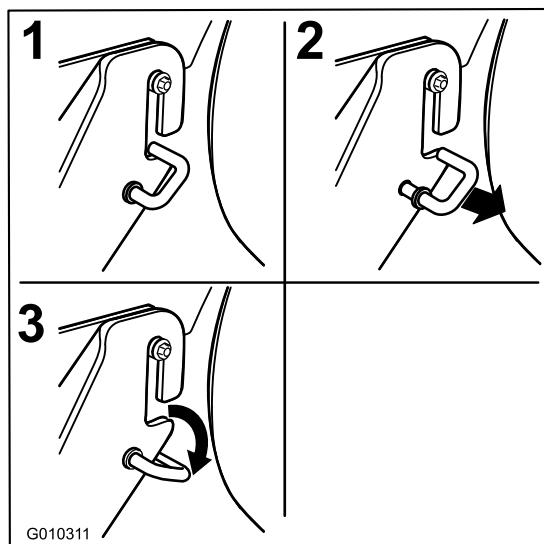

Figura 74
- Extraiga los ganchos a resorte de las ranuras de los soportes de las platinas de suspensión en cada lado de la carcasa (Figura 74).